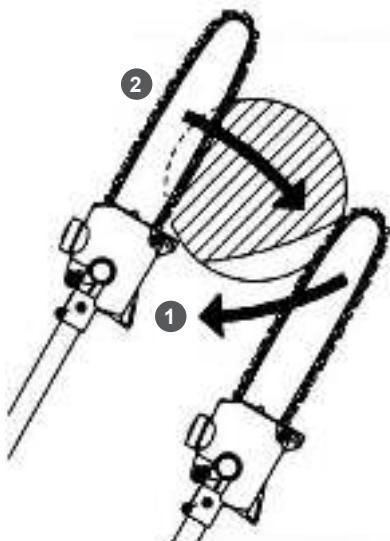

Рис. 17 Выполнение разгрузочного и основного резов
10. Сначала во избежание отскока или застревания шины сделайте разгрузочный надрез (глубина реза не более 1/4 диаметра ветки) с нижней стороны ветки (Рис. 17 п. 1). Затем резом сверху-вниз срежьте ветку (Рис. 17 п. 2).